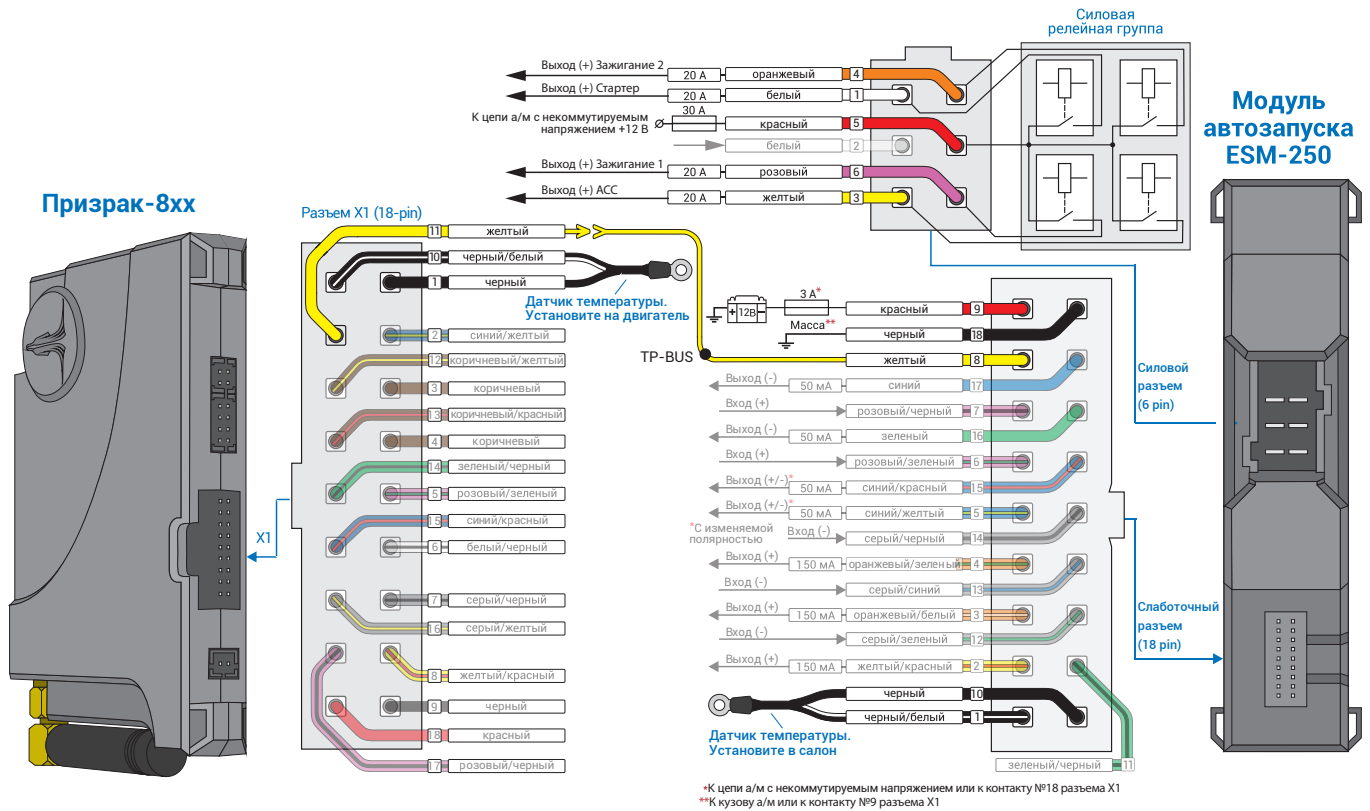
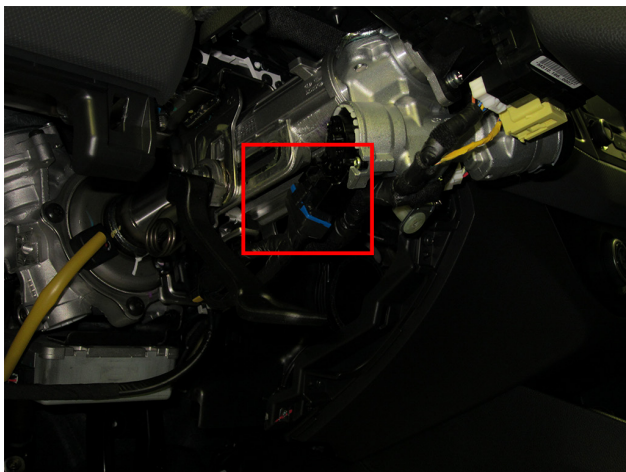

Рис.3 Подключение модуля автозапуска ESM-250
Рис.4 Место подключения
4. Подключите модуль автозапуска ESM-250 – выводы модуля, которые требуется подключить выделены на рис. 3. Подключение производится в синем разьеме непосредственно у замка зажигания (см. рис. 4, 5).